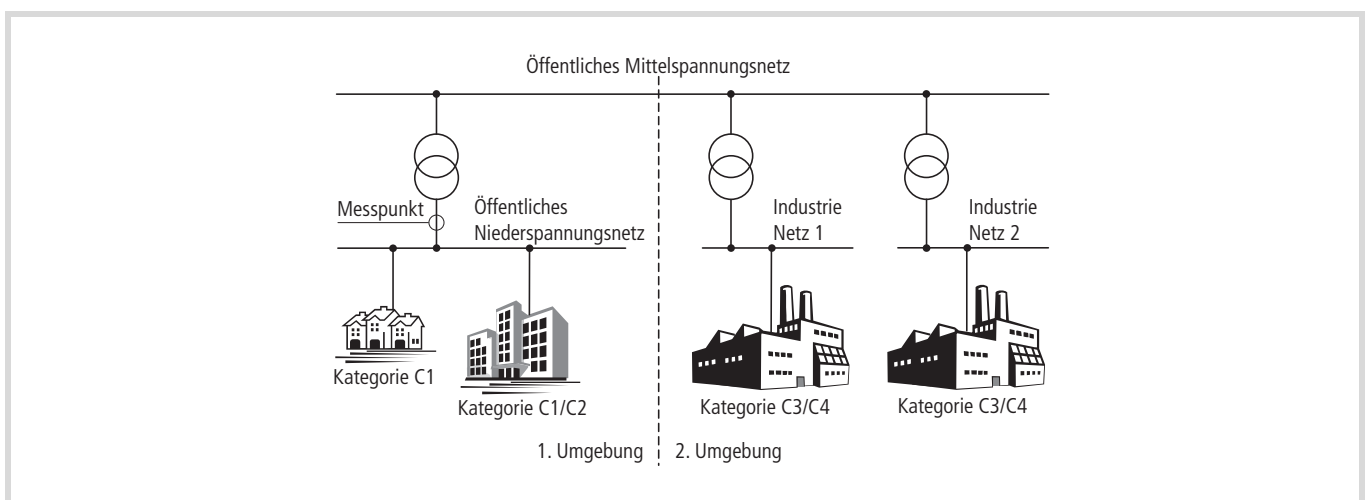

Abbildung 11: EMV-Umgebung und Kategorie
Eine Erklärung zur Konformität (CE) bezieht sich immer auf ein "typisches" Antriebssystem (PDS). Die Verantwortung zur Einhaltung der gesetzlichen Grenzwerte und damit die Sicherstellung der elektromagnetischen Verträglichkeit liegen letztendlich beim Endanwender oder Betreiber der Anlage. Er muss Maßnahmen zur Minimierung oder Beseitigung einer Störaussendung (Emission) in der jeweiligen Umgebung treffen (siehe Abbildung 11). Zum anderen muss er Möglichkeiten nutzen, um die Störfestigkeit (Immission) der Geräte oder Systeme zu erhöhen.